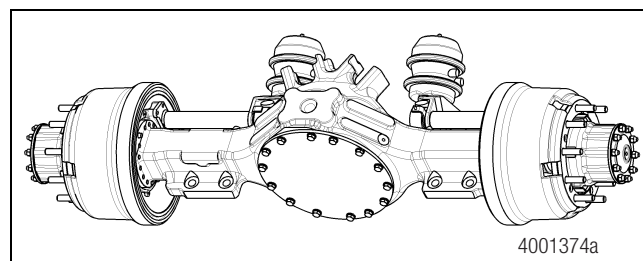

Figure 2.4
- Un couvercle de moyeu (au lieu d'un arbre de roue) garde le lubrifiant dans le moyeu. Figure 2.4.